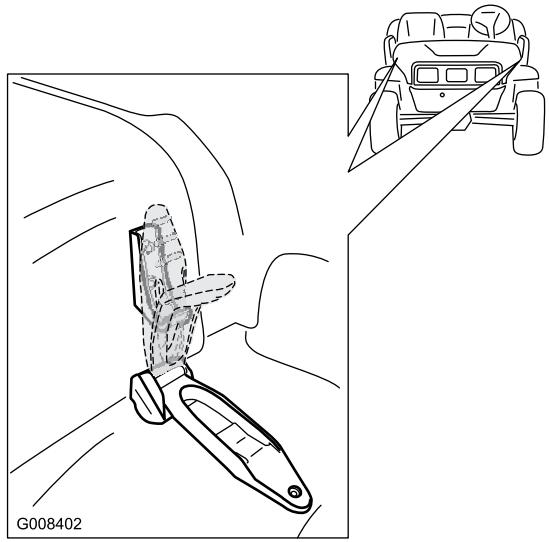

図 25
1. フードの両側についているゴム製ラッチのハンドルを上げる(図 25)。
2. フードの両側で、ラッチとラッチアンカーをそろえてラッチを掛ける(図 25)。